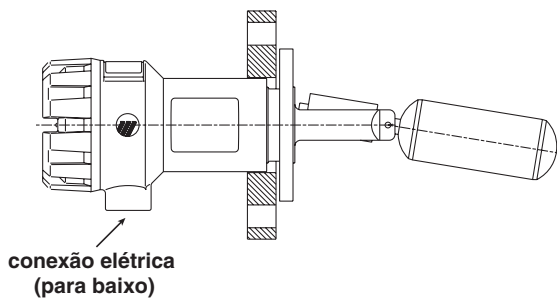

Figura 3
3. Cuidadosamente, alinhe a face com ressalto do flange da Tuffy (blindagem) com a face do flange de montagem no tanque. Deslize o flange sobre o controle até o flange de montagem no tanque e alinhe os orifícios dos prisioneiros. Veja se a entrada para conexão elétrica está virada para baixo. Veja a Figura 3.